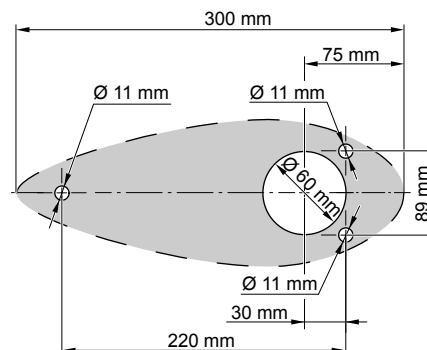

Fig. 41: Dimensões
1. Perfure quatro orifícios para montar o motor Pod (cápsula) no casco do barco, **veja "Fig. 41: Dimensões"**. Se necessário, utilize o bloco compensador adaptado como gabarito.
2. Encaixe o bloco compensador (4) na flange de montagem (5).